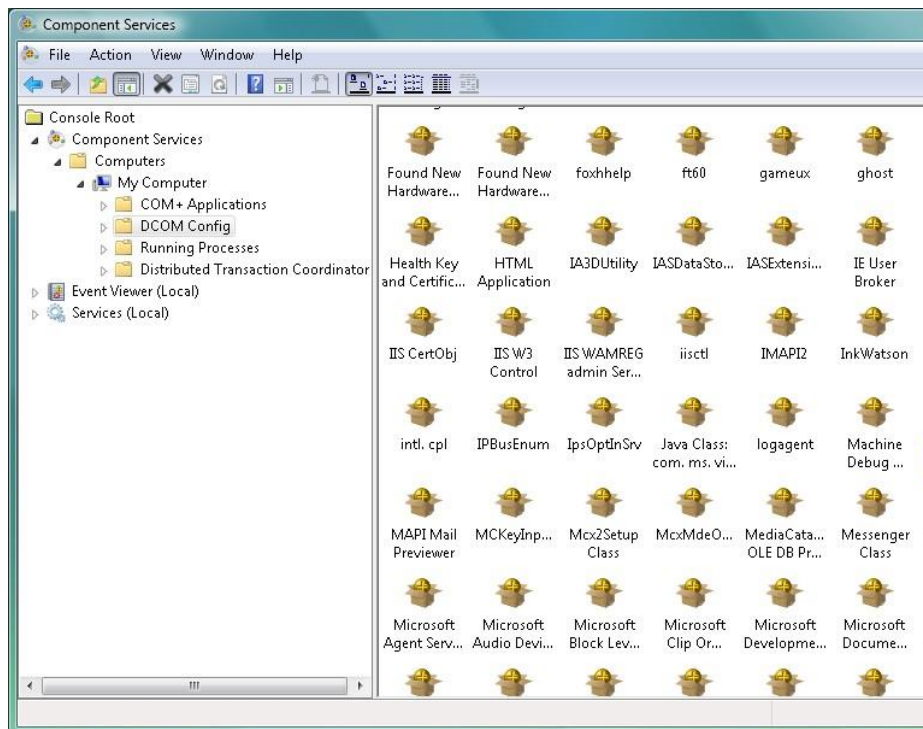

Figura 4-16: Ventana Servicios de componentes
2. Escriba **dcomcnfg** en el campo Open (Abrir) y haga clic en **OK** (Aceptar). Aparece la ventana Component Services (Servicios de componentes), como se muestra en la Figura 4-16.